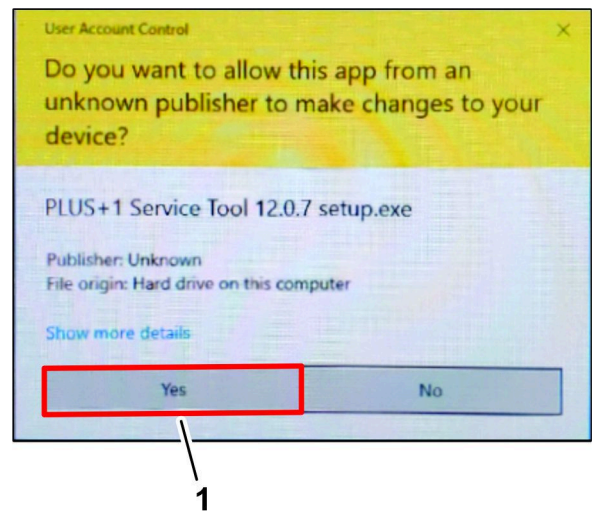

Figure 7
2. Si la boîte de dialogue Contrôle du compte utilisateur s'affiche, cliquez sur le bouton OUI (Figure 7).